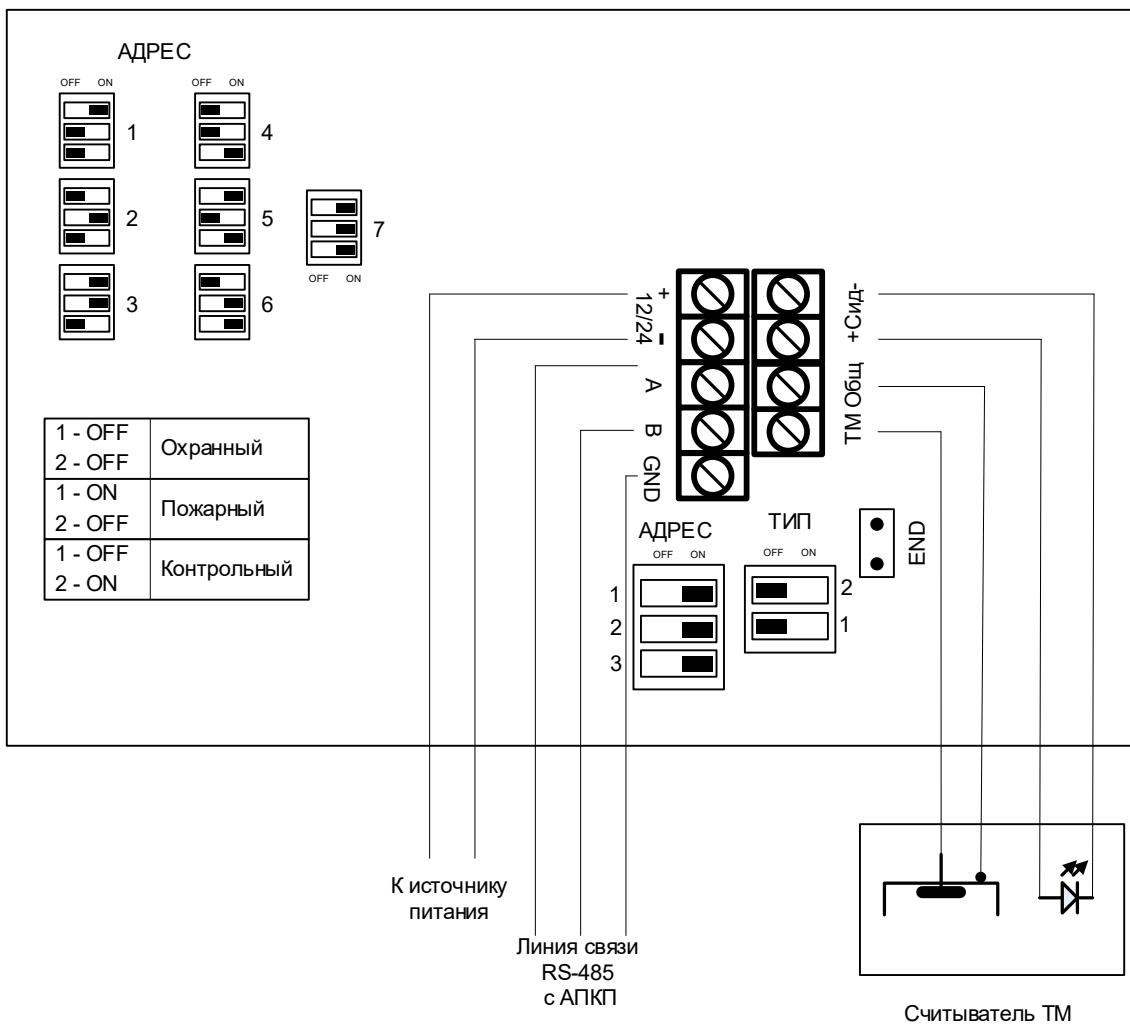

Рис.3. Расположение клемм подключения на плате индикации СДИ
6.1.4. С обратной стороны корпуса СДИ (рис.3) расположены:
Подключить СДИ к линии связи с АПКП (RS-485) и к блоку питания (рис.3). Подключить «терминатор», установив джампер "END". При установке в линии нескольких пультов управления «терминатор» устанавливают на самом дальнем от АПКП устройстве, на остальных устройствах в линии джампер "END" удалить.